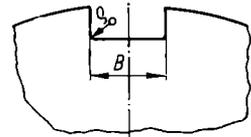

Bild 16
32. a) In einer Kurbelwelle aus St 60 ist zur Befestigung des Schwungrades eine Nute eingefräst (Bild 16). Die Nennspannung ist ermittelt zu